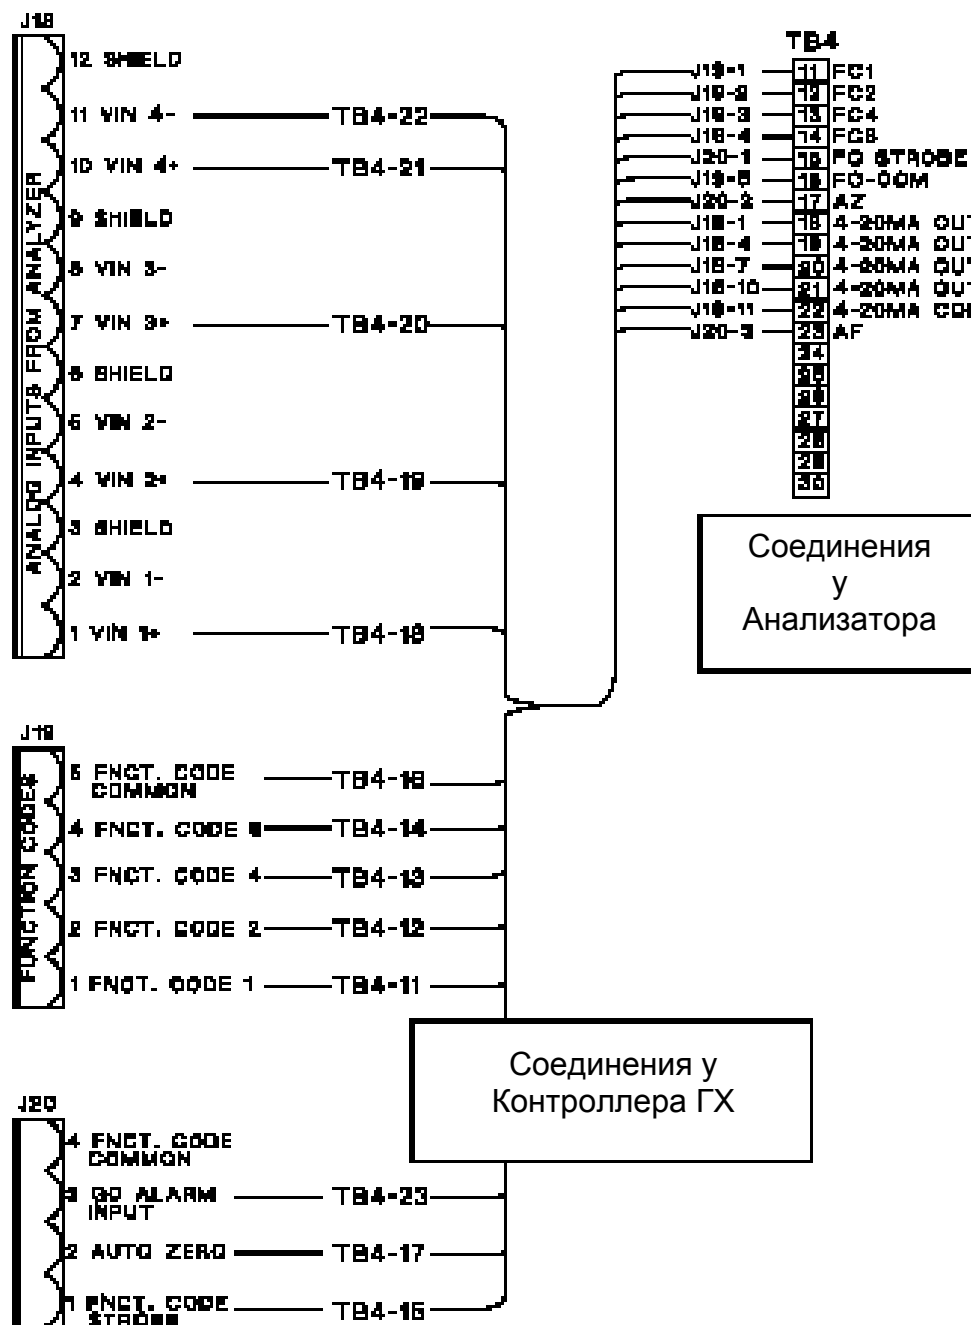

Рисунок 3-6. Проводники, соединяющие анализатор и контроллер ГХ
- (6) При открытой теперь плате анализатора ТВ-4, подсоедините тринадцать из пятнадцати проводников соединительного кабеля к клеммам с номерами с 11 по 23. Смотрите Таблицу 3-2 и Рисунок 3-6, чтобы различать соответствующие проводники. Смотрите также “ПРЕДОСТЕРЕЖЕНИЕ”, шаг (6) (а).